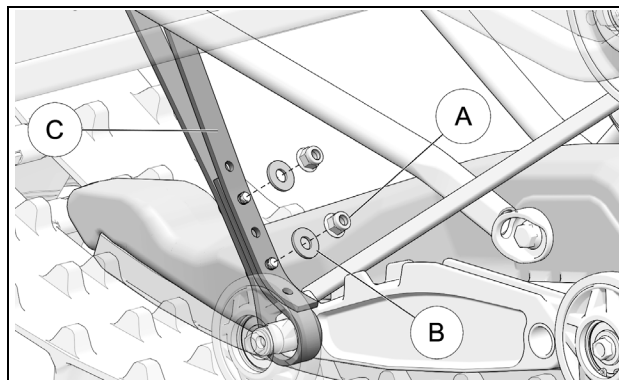

Figure 16
- Retirer les deux écrous (A) et rondelles (B) des boulons d'assemblage de la courroie d'arrêt (C) de la suspension. Figure 16.